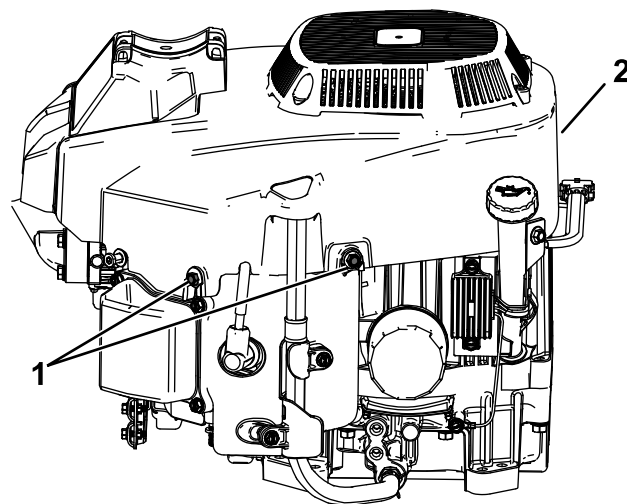

Figura 53
4. Afloje los pernos y retire la carcasa del ventilador (Figura 53).